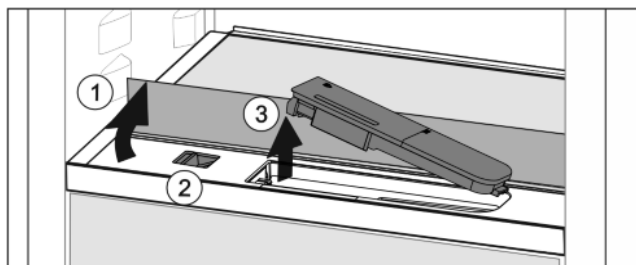

Fig. 38
- ▶ Sollevare il ripiano di vetro e ribaltarlo all'indietro fino all'arresto Fig. 38 (1).
- ▶ Spostare il cursore Fig. 38 (2) a sinistra.
- ▶ Rimuovere il serbatoio dell'acqua Fig. 38 (3).